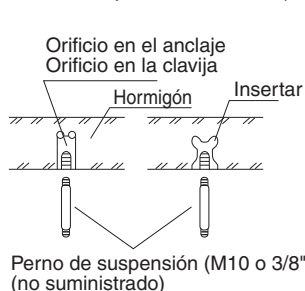
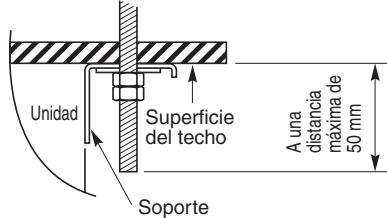

Fig. 3-11
Fig. 3-13
- Inserte pernos de suspensión (Fig. 3-11).
- (5) Atornille los pernos de suspensión, dejando que sobresalgan del techo (Figs. 3-11 y 3-12). La distancia de cada perno al descubierto deberá ser de igual longitud dentro de 50 mm (Fig. 3-13).